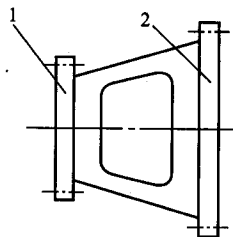

图 1-7 液压泵安装体结构
① 齿轮泵的轴伸 不能承受径向力与轴向力,这是各类液压泵的共同特性。
② 液压泵安装体结构 安装体一般用铸铁制造,其结构如图 1-7 所示,1、2 两端法兰分别与液压泵法兰和 Y 系列 B5 或 B35 电动机的法兰连接。这种安装形式对液压泵与电动机(发动机)两轴的同轴度的误差,基本可以消除,泵运转时也无噪声,是延长液压泵使用寿命的有效途径,因此工程上越来越多地采用安装体安装方式。